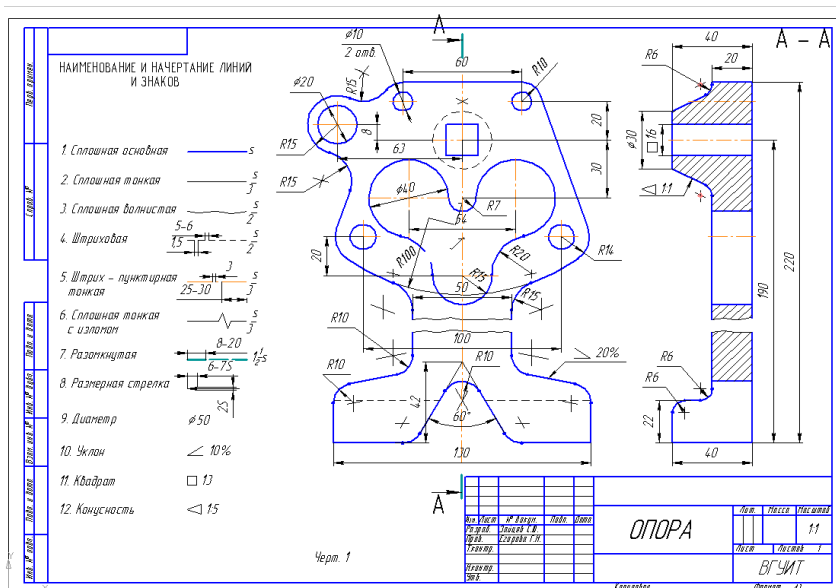

Рис.1
**Домашнее задание ДЗ-1.** Вычертить деталь в двух проекциях, построив сопряжения, уклон, конусность. Работа выполняется по образцу (Рис.1) на формате А3 чертёжной бумаги в карандаше.